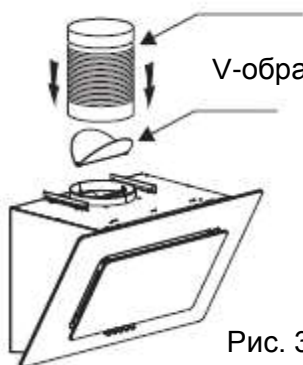

Рис. 3.
5. Установите обратный клапан и соединительный воздуховод. С помощью хомута закрепите соединительный воздуховод на обратном клапане. См. рис. 3. Подвесьте прибор. См. рис. 4.